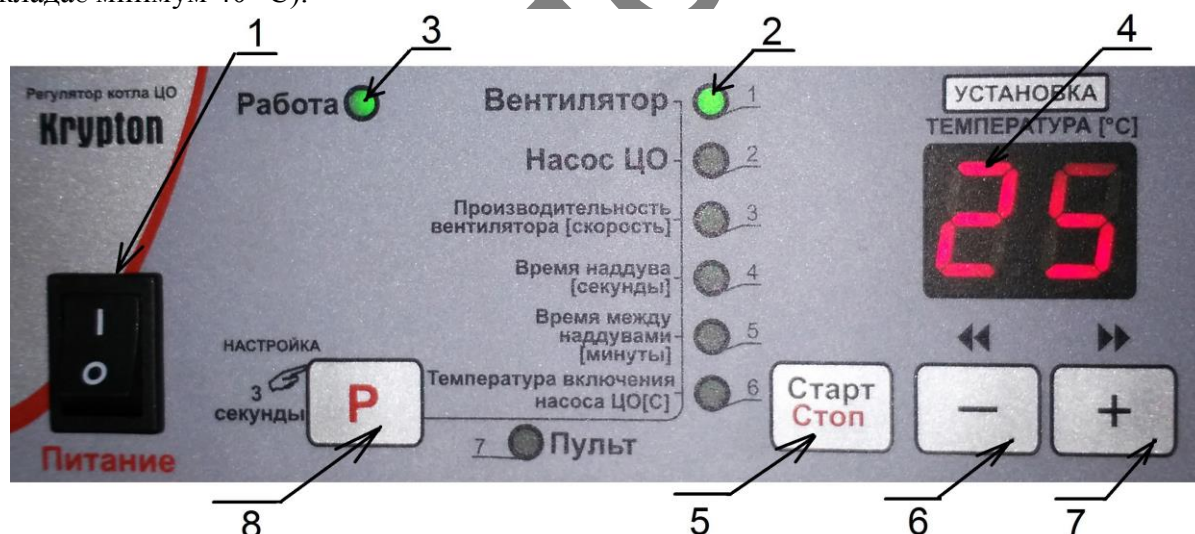

Рисунок 3 - Лицьова панель контролера «Krypton»
- 1- вимикач живлення блока автоматики (поз. 1, рис. 3);
- 2- ряд діодів, які сигналізують про роботу Устаткування (поз. 2, рис. 3);
- 3- діод «Робота» (поз. 3, рис. 3), що сигналізує про роботу контролера;
- 4- дисплей (поз. 4, рис. 3), на якому відображаються значення температури, величини параметрів та інша інформація;
- 5- кнопка «Старт/Стоп» (поз. 5, рис. 3), яка служить для запуску або зупинки процесу налаштування;
6- кнопка «**←**» (поз. 6, рис. 3). Під час нормальної роботи ця кнопка використовується для зменшення величини необхідної температури (установка). Під час налаштування конфігурації – зменшує вибраний параметр;
7- кнопка «**+**» (поз. 7, рис. 3). Під час нормальної роботи ця кнопка використовується для збільшення величини необхідної температури (установка). Під час налаштування конфігурації – збільшує вибраний параметр;
8- кнопка «**P**» (поз. 8, рис. 3). Притримуючи цю кнопку протягом **3 секунд**, контролер переходить до встановлення параметрів конфігурації.
(поз. 1, рис. 3). Протягом декількох секунд з'явиться поточний результат виміру температури. Після увімкнення контролер перейде в такий режим роботи, під час якого він був вимкнений.
Після досягнення необхідної температури, блок автоматики переходить в режим контролю, про що сигналізує блимання лампочки в правому нижньому кутку дисплея (поз. 4, рис. 3). У режимі контролю здійснюються продувки (**лише при температурі нижче 80 °C**) – регулярні увімкнення вентилятора на декілька секунд, які запобігають скупченню газів в котлі і можливому загасанню вогню. Включення продувки сигналізується блиманням діода «**Вентилятор**».
- протягом більше трьох секунд притримати кнопку «*P*» (поз. 8, рис. 3);
- вимкнути контролер за допомогою вимикача мережі (поз. 1, рис. 3);